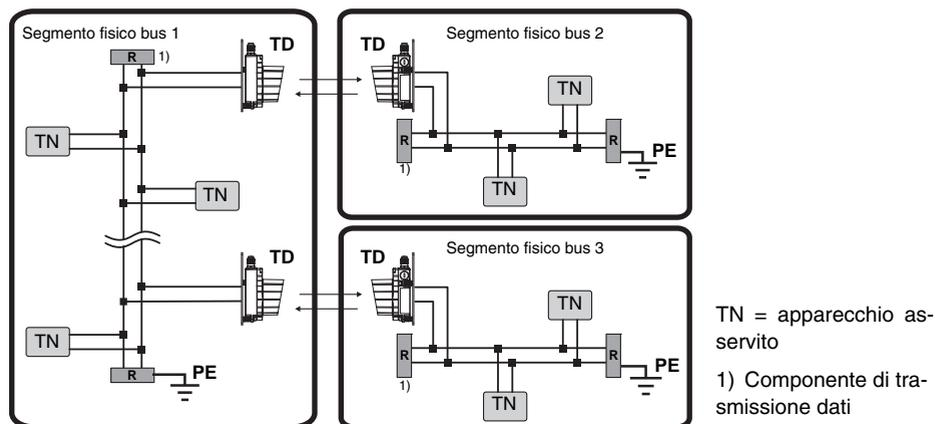

Figura 9.9: Cablaggio DeviceNet / CANopen
- In ogni segmento fisico di bus, le estremità delle linee devono terminare tra CAN_L e CAN_H (vedi figura 9.9 **R** 1).
- Il potenziale di riferimento CAN_GND deve essere collegato con il potenziale di terra (PE) solo su un punto di un segmento fisico di bus (vedi figura 9.9).